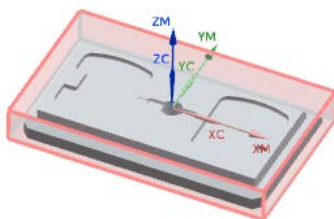

图 18.4 毛坯几何体
Step3. 单击“毛坯几何体”对话框中的 **确定** 按钮, 系统返回到“工件”对话框, 完成图 18.4 所示毛坯几何体的创建。